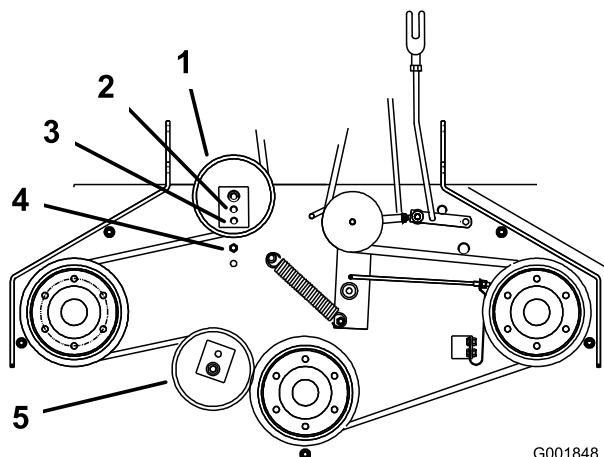

Bild 44
6. Wenn die Spannschraube nicht weiter eingestellt werden kann, und der Riemen noch lose ist, müssen Sie die hintere Spannscheibe in das mittlere oder vordere Loch versetzen (Bild 44). Verwenden Sie das Loch, mit dem Sie die richtige Einstellung erhalten.
7. Wenn die Spannscheibe versetzt wird, muss die Riemenführung versetzt werden. Versetzen Sie Riemenführung in die vordere Stellung (Bild 44).